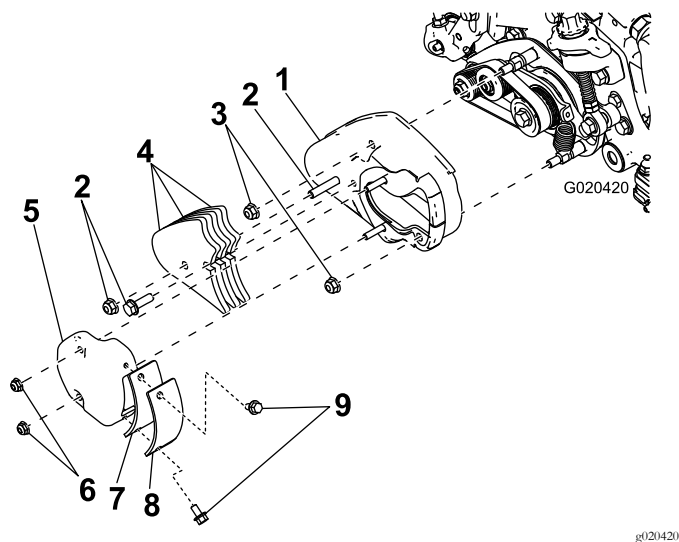

図 2
1. グルーマアクセスカバーをグルーマに固定しているフランジナット2個を外す捨てない 図 2。
2. グルーマアクセスカバーにカバープレートとガスケットを固定しているフランジヘッドボルト2本を外す 図 2。
- グルーマカバーにウェイトを固定しているボルトとナット各2を外して廃棄する 図 2。